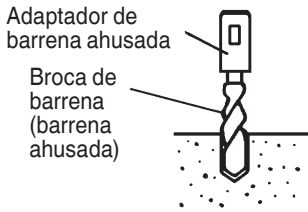

Fig. 12
- (1) Instale la broca con la barrena ahusada en el adaptador de barrena ahusada. (Fig. 12)